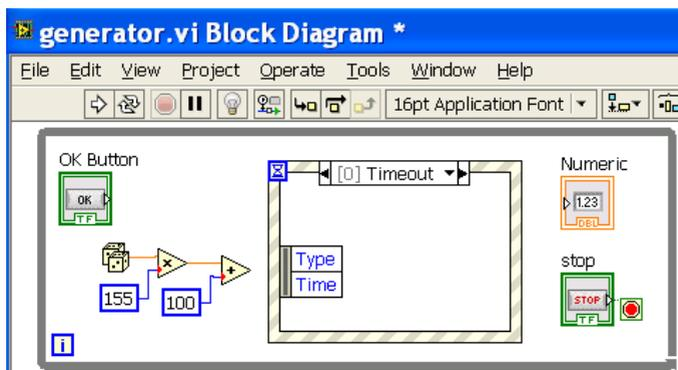

Рис.2.18. Начало создания обработчика события.
Реакция на то или иное событие (event) обеспечивается с помощью так называемых обработчиков событий. Например, нажал пользователь на первую кнопку – выполнялся алгоритм номер один. Нажал на вторую кнопку – выполнялся алгоритм номер два. И так далее. Каждому событию, которое необходимо обработать, сопоставляется свой алгоритм, который запускается при наступлении этого события. В нашем случае это будет генерация очередного числа по нажатию на кнопку *OK Button*. Для создания обработчика события установите на блок-схему компонент *Event Structure (Functions/Programming/Structures/Event Structure)* и поместите рамку структуры в пустой области внутри основного цикла программы (рис.2.18).
*Timeout* нажатием стрелки влево или стрелки вправо в заголовке рамки. Содержание этой вкладки показано на рис. 2.18.